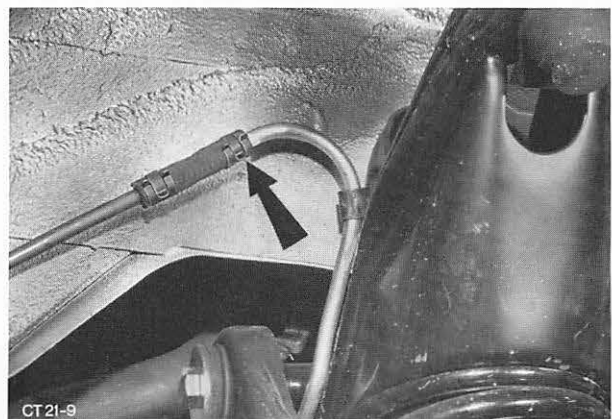

Abb. 277 Kraftstoffleitung unter rechtem Kotflügel trennen
5. Kraftstoffleitung unter rechtem Kotflügel an Verbindungsschlauch trennen, Abb. 277, und an der Kraftstoffpumpe abbauen.